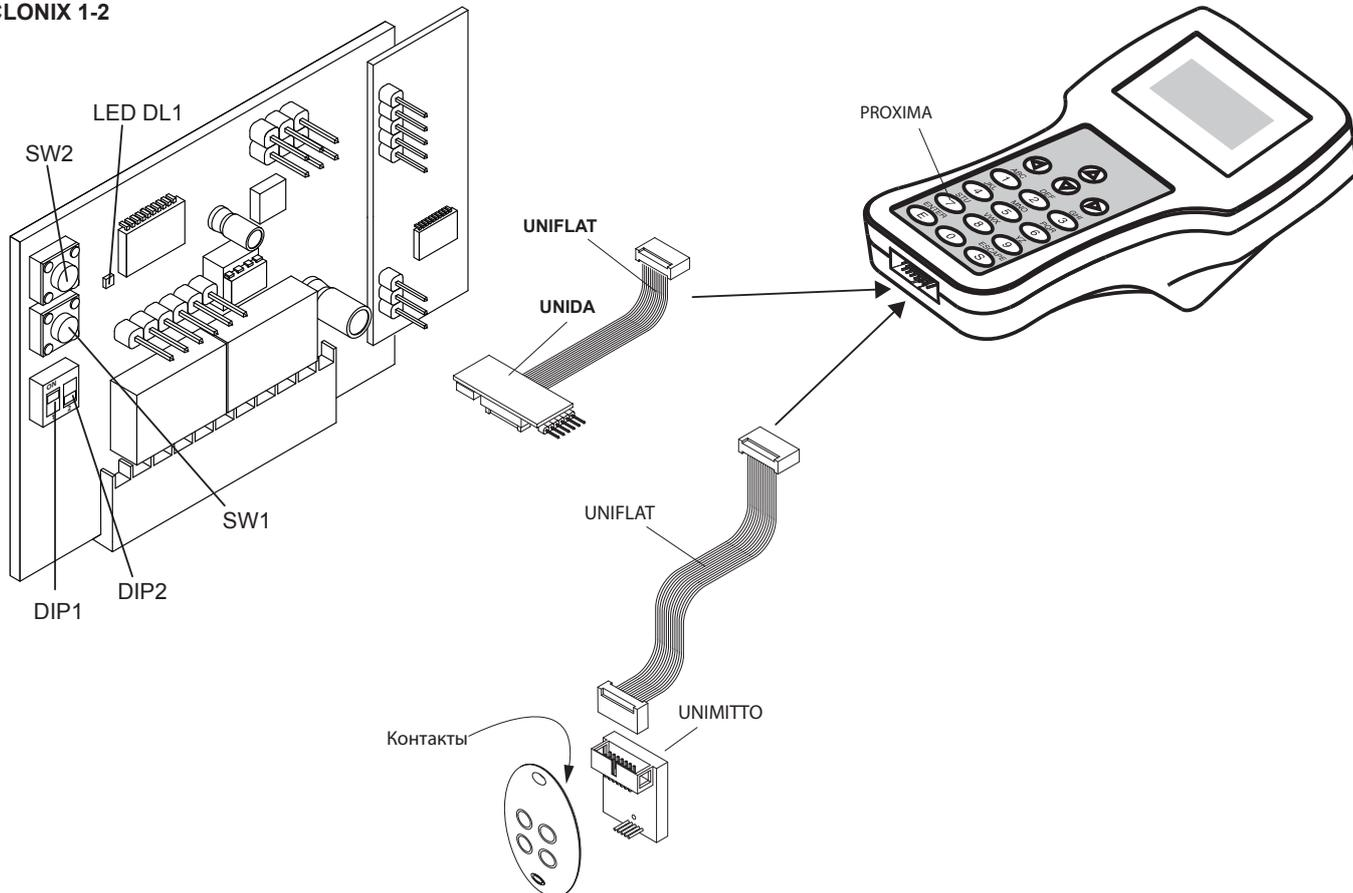

Рис. 4
Есть возможность закодировать дополнительные пульты с помощью уже зарегистрированного в памяти приемника пульта. Эта операция возможна только если приемник имеет конфигурацию для работы с фиксированным кодом (откл роллинг-код) – поднять мостик (JP5), рис.4.
- 10) Подключите программируемый приемник как показано на рис.4